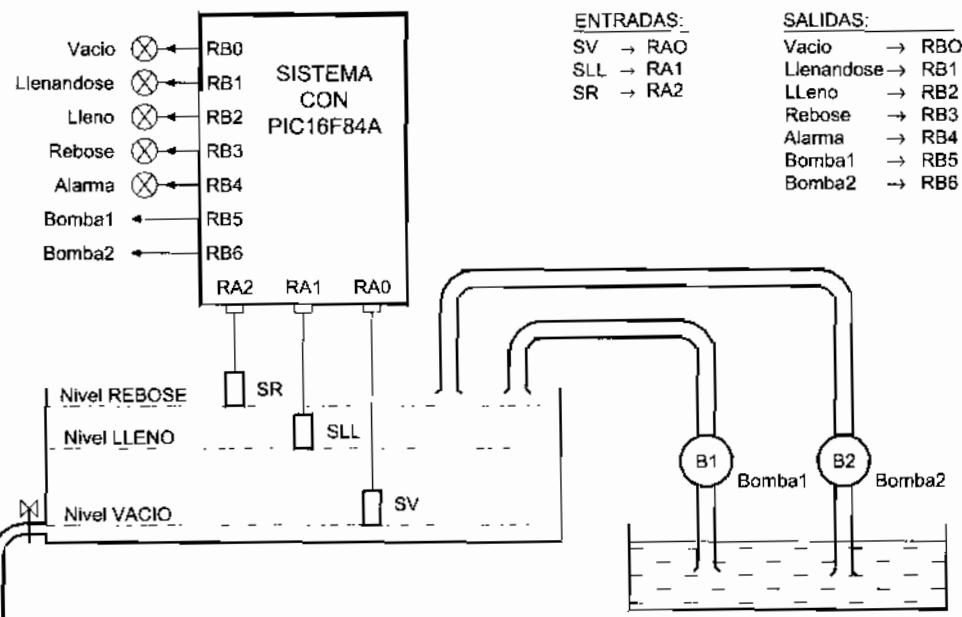

Figura 9-9 Control de un depósito de líquidos mediante microcontrolador
**Indexado\_02.asm:** Diseñar un programa para controlar el nivel del depósito de líquido de la figura 9-9. Utiliza (entre paréntesis las líneas del microcontrolador conectadas):